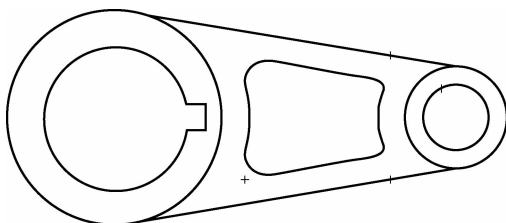

图 2-39 连杆轮廓草图完成图
(9) 在“草图”工具条中单击图标, 退出草图环境并保存文件, 最后完成的草图如图 2-39 所示。